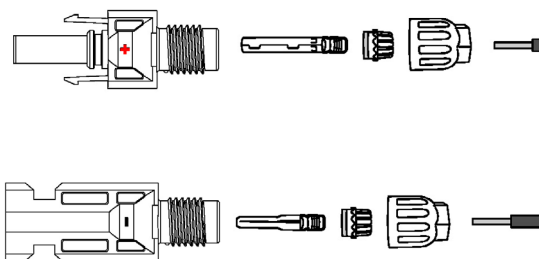

Fig. 17. Desmontaje del conector.
- c. Desmontar el conector de la bolsa de accesorios, tal como se muestra en la Fig. 17: